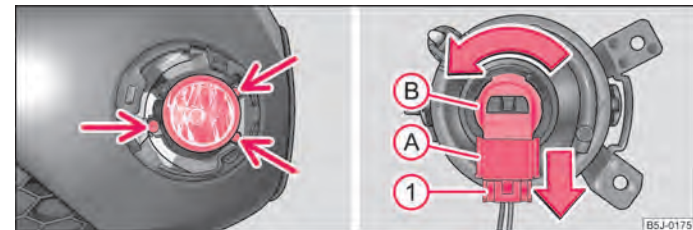

Fig. 158 Paraurti anteriore: Fendinebbia / sostituzione delle lampadine
- Con l'aiuto del cacciavite svitare ¹⁾ le viti dell'attrezzo di bordo ⇒ fig. 158 - a sinistra. ▶
- Premere la sicura ① ⇒ fig. 158 del connettore (A) e toglierlo dal portalampada (B).
- Girare il portalampada (B) con la lampadina a sinistra fino all'arresto ed estrarla.
- Agganciare il connettore (A) nel portalampada (B).